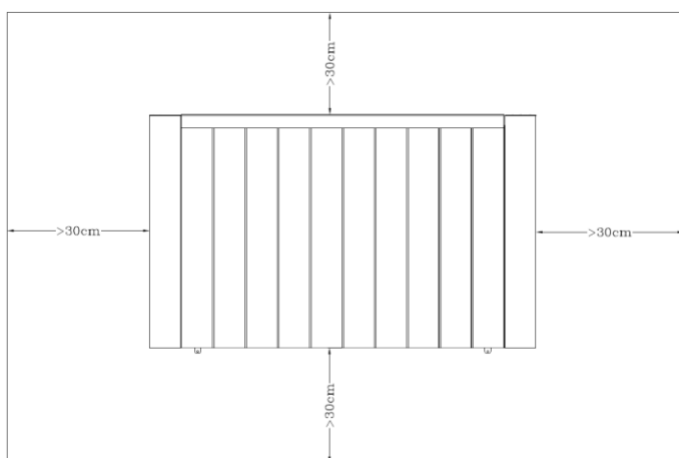

fig. 1
1. Assicurarsi che la distanza tra l'apparecchio e il pavimento o la parete sia di almeno 30 cm, come mostrato nell'immagine (fig. 1).